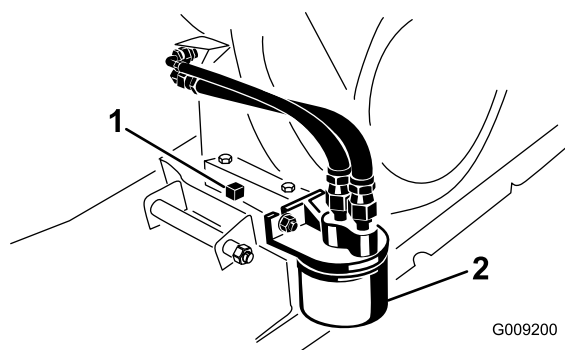

Рисунок 33
2. Снимите имеющийся масляный фильтр (Рисунок 33).
4. Установите новый фильтр на переходник фильтра, пока прокладка не коснется монтажной пластины, затем затяните фильтр еще на $\frac{1}{2}$ – $\frac{3}{4}$ оборота (Рисунок 33).
6. Установите сливной поддон емкостью 1,8 л под пробку сливного отверстия (Рисунок 33).
7. Снимите пробку сливного отверстия и уплотнение (Рисунок 33).